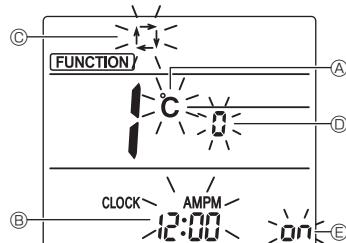

Fig. 7-10
| Point de réglage | Réglage | Fig. 7-10 |
- Vérifiez que la fonction n° "1" est affichée puis appuyez sur la touche Ⓛ SET Ⓛ ③. L'écran de réglage de l'affichage s'affiche. (Fig. 7-10)